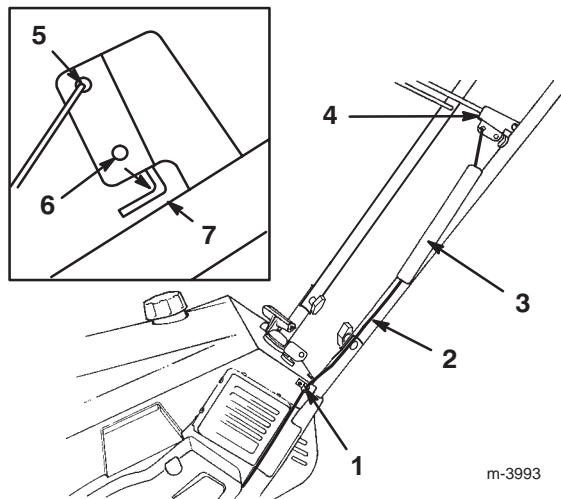

Figure 4
1. Faites passer le câble dans la boucle située du côté gauche de la machine (Fig. 4).
4. Placez la protection sur le ressort et le dispositif de réglage du câble, et poussez l'extrémité du ressort dans le trou à l'extrémité de la protection du ressort (Fig. 4).
5. Accrochez le ressort dans le trou supérieur du support de la barre de commande (Fig. 4).
7. Vérifiez que l'écart entre la barre de commande et le mancheron est compris entre 2 et 3 mm (voir l'encart de la Fig. 4). Pour modifier l'écartement, reportez-vous à la section Réglage du câble de commande, page 15.